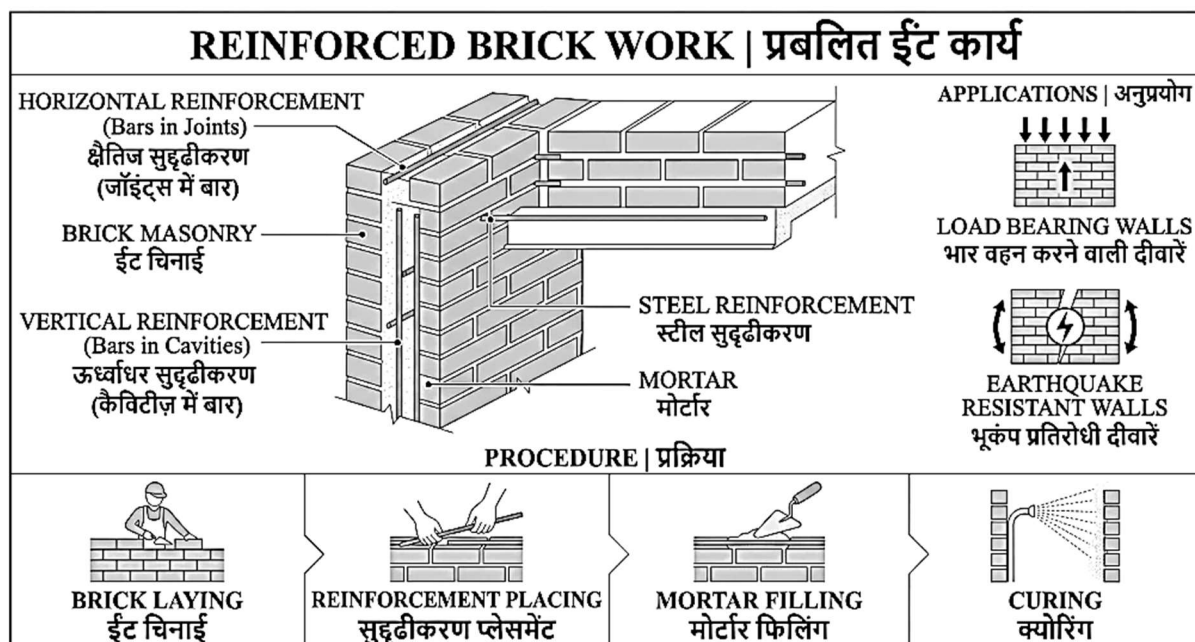

Fig. 5.3: Reinforced Brick Work and Reinforcement Placement Process | प्रबलित ईट कार्य एवं सुदृढीकरण स्थापना प्रक्रिया
5.3.1 Introduction (Fig.5.3)
5.3.1 परिचय (Fig.5.3)